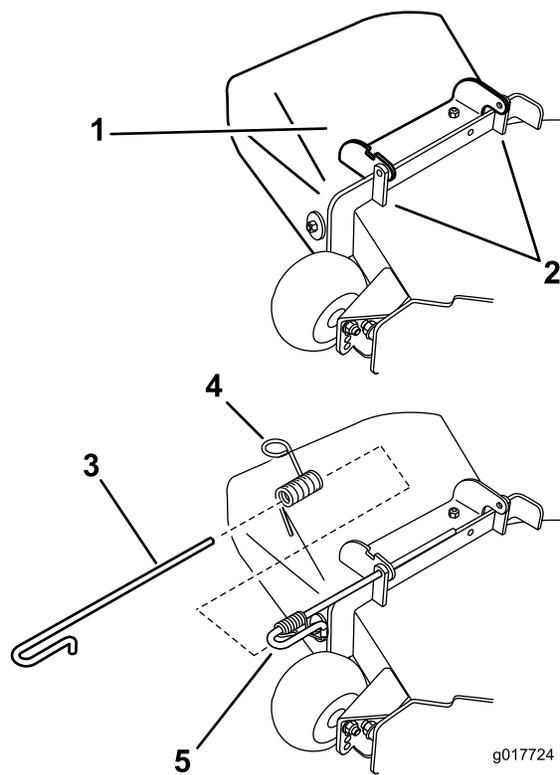

Figura 71
1. Desenganche el muelle de la muesca del soporte del deflector, y retire la varilla de los soportes soldados de carcasa, el muelle y el deflector de descarga (Figura 71). Retire el deflector de descarga dañado o desgastado.
2. Coloque el nuevo deflector de descarga con los extremos de los soportes entre los soportes soldados de la carcasa, según se muestra en la Figura 71.